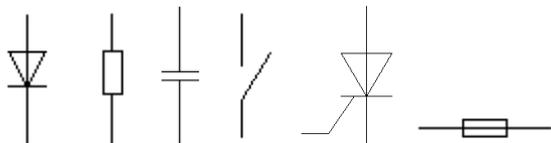
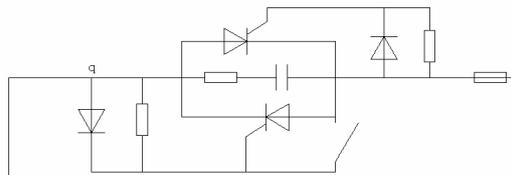
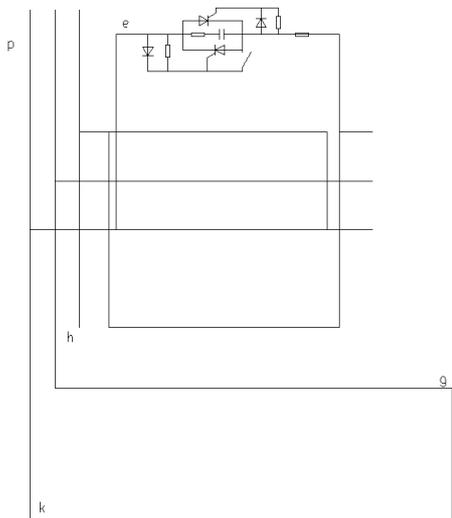

图 11-82 元器件图形符号
图 11-84 连线图
图 11-96 插入组合图形 1
管图形符号、电阻器图形符号、电容器图形符号、晶闸管图形符号、熔断器图形符号、继电器常开触点图形符号复制到当前绘图环境中，结果如图 11-82 所示。
(3) 连接元器件符号。单击“绘图”工具栏中的“直线”按钮，将图 11-82 中的元器件符号连接起来，结果如图 11-84 所示。
方式下,用鼠标捕捉组合图形 1 中的 q 点(如图 11-84 所示),以 q 点作为平移基点,移动鼠标,用鼠标捕捉图 11-96 结构图中的 e 点,以 e 点作为平移目标点,将组合图形 1 平移到结构图中,结果如图 11-96 所示。